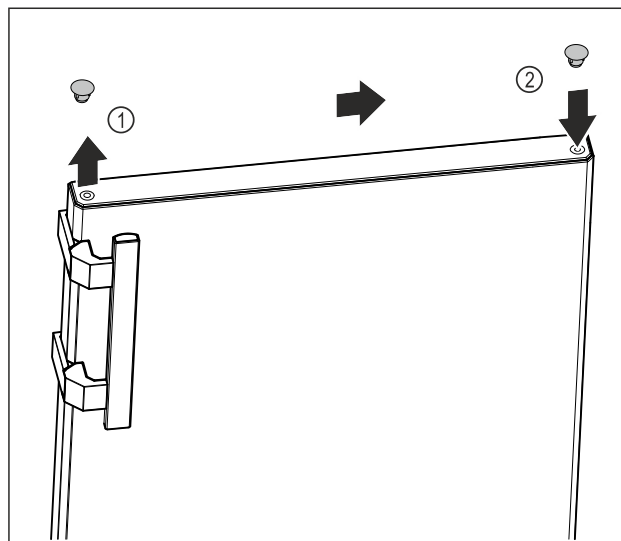

Fig. 9
- ▶ Løft forsigtigt dækproppen på dørens overside Fig. 9 (1) af ved hjælp af en kærvskruetrækker.
- ▶ Indsæt dækproppen på den modsatte side. Fig. 9 (2)